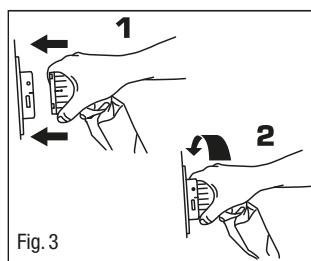

Fig. 3
- Fest slangen for lufttilførsel til strømenheten ved å justere den svarte linjen på lufttilførselstilkoblingen med den svarte linjen på strømenhetstilkoblingen og dytte sammen. Roter madrassens slangetilkobling mot klokken til den grønne indikatoren fyller indikatorhullet på strømenhetstilkoblingen (Fig. 3).